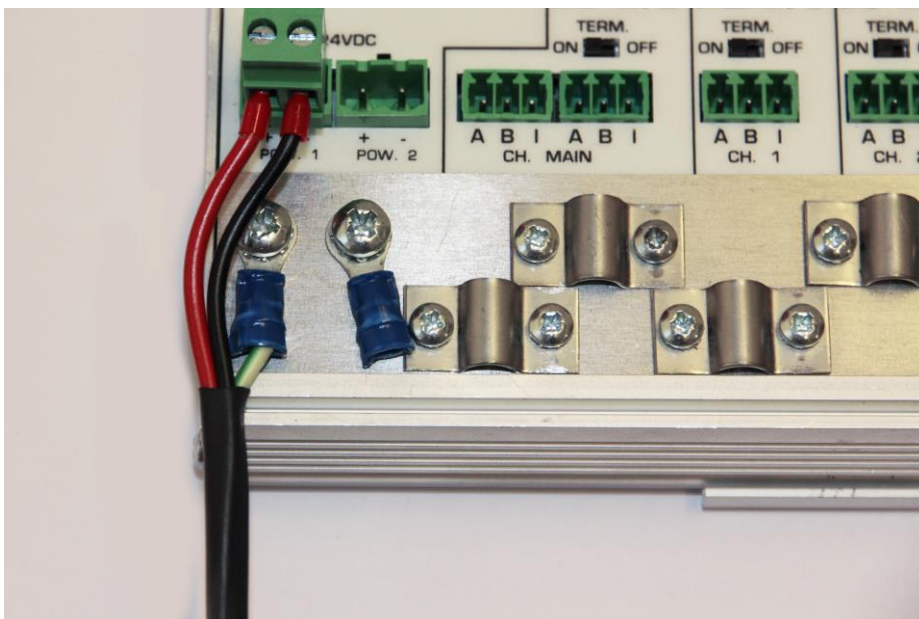

Abb. 12- Verbindung zur Bodenschiene
① Es wird empfohlen, ein Netzteil mit einer Erdleitung (3-Leiter) zu verwenden. Verbinden Sie das Massekabel des Netzkabels mit der Masseschiene des ProfiHubs. B2FO2+R. Verbinden Sie die Erdungsschiene mit der gemeinsamen Masse über ein separates Massekabel. Siehe Abb. 12 als Beispiel.